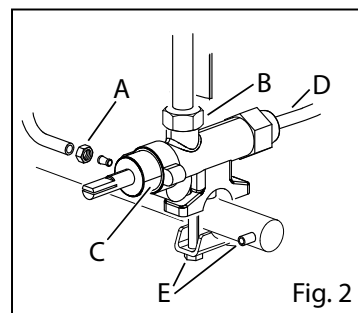

Fig. 2
- Ajustar el tornillo del mínimo by pass (Fig. 2/A)
- Desatornille las espitas (Fig. 2/B) y atorníllelos en la posición deseada
- Quite la placa de potencia (Fig. 2/C) y colóquela en el quemador correspondiente
- Desatornille el distanciador (Fig. 2/D) y atorníllelo en la brida deseada
- Destornillar las conexiones de entrada (p.ej. Fig 2/E) y salida gas (Fig. 2/A y B)
- Destornillar el termopar (Fig. 2/D)
- Destornillar el termopar del grifo (Fig. 2/D)